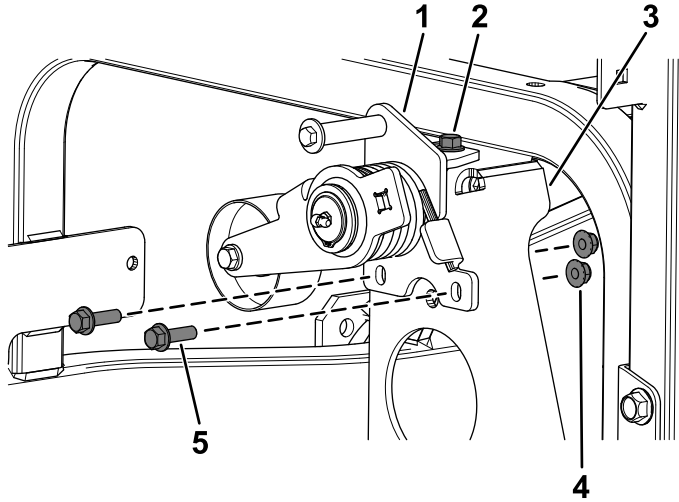

Figura 2
3. Allentate il bullone a testa flangiata ($\frac{3}{8}$ " x 1") che fissa la parte superiore del gruppo perno del tendicinghia alla staffa di montaggio della pompa (Figura 2).
4. Rimuovete i 2 bulloni e i 2 dadi esistenti che fissano la parte inferiore del gruppo perno del tendicinghia alla staffa di montaggio della pompa (Figura 2).